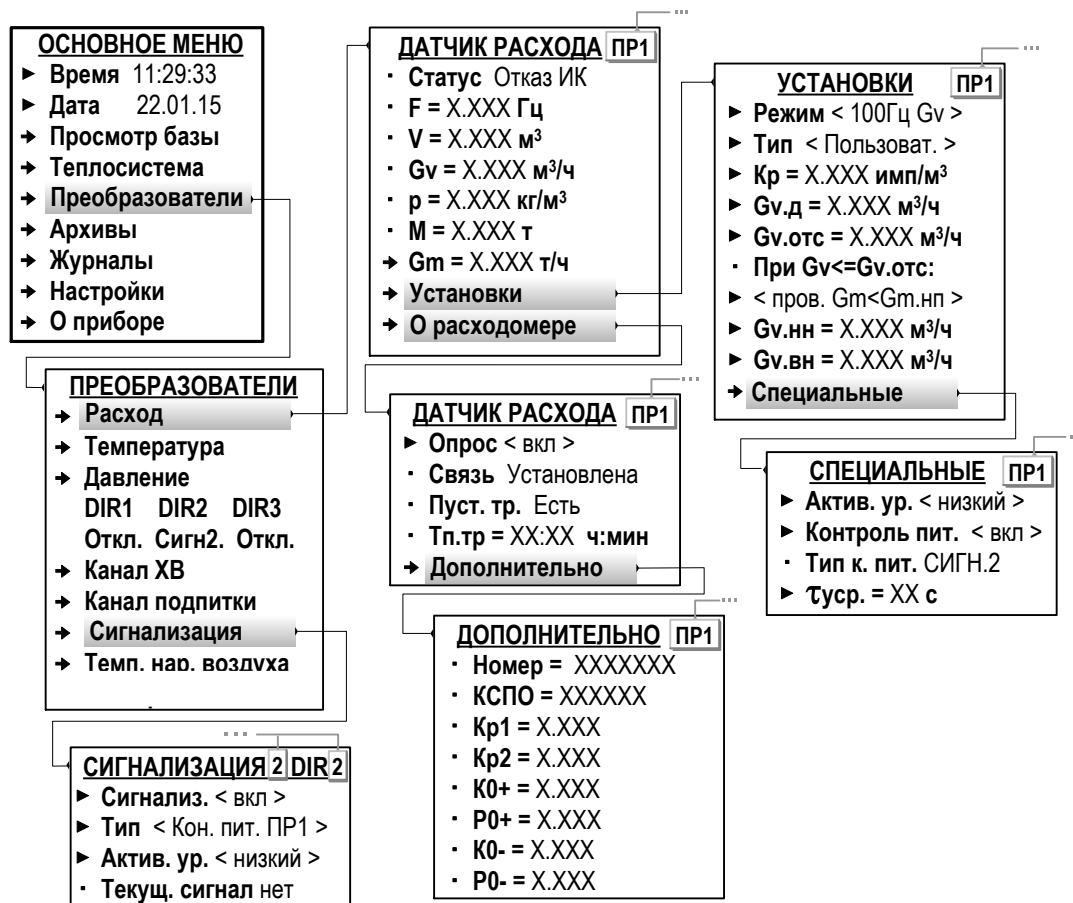

Рис.24. Вид меню установочных параметров ПР (режим СЕРВИС).
Отсутствие сигнала соответствующего уровня от ПР в течение **$T_{пров}$** определяются как **Отказ ИК** (Отказ измерительного канала – меню **Преобразователи / Расход** параметр **Статус**, рис.24).
Контроль питания расходомера также может быть назначен в меню **Преобразователи / Сигнализация** (рис.24). В этом случае в меню **Преобразователи / Расход / Установки / Специальные** будет индексироваться строка **Тип к. пит. СИГН.1(2,3)**.
7.5.2.4. Для ПР, физически подключенных к входу «RS485.ПРИБОР» и программно подключенных к ТВ по интерфейсу RS-485 (п.7.3.4.3) в меню **О расходомере** (рис.24) появляются дополнительные строки: